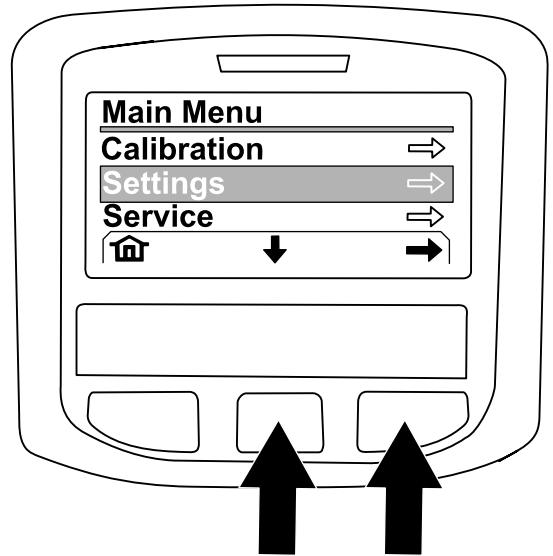

图228
4. 在MAIN MENU主菜单屏幕上按中间按钮可导航至 SETTING设置选项然后按右按钮可选择选项 图228。